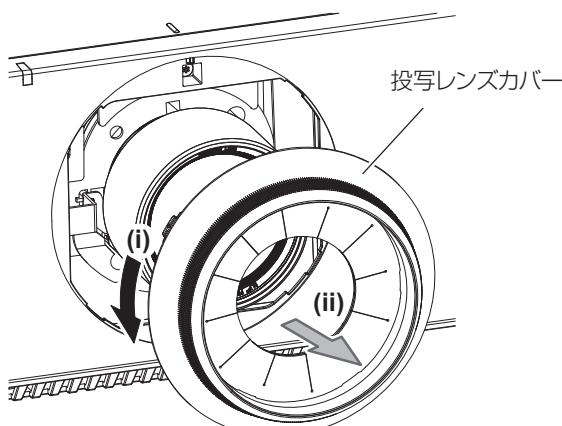

図1
1) 投写レンズカバーを反時計方向に回し、取り外す（図 1）
- 1) 投写レンズカバーを取り外し、投写レンズのガイドを本体のガイド溝に合わせて奥まで差し込む（図1）